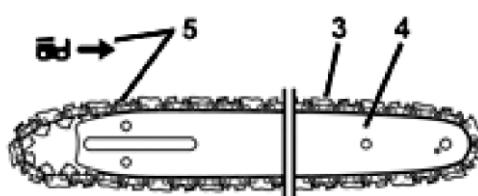
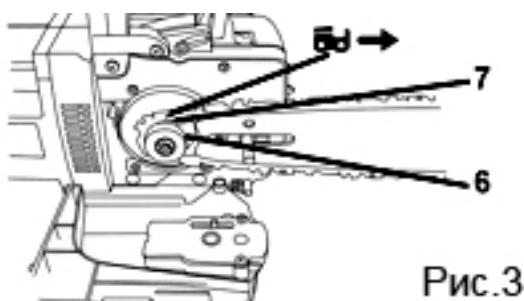
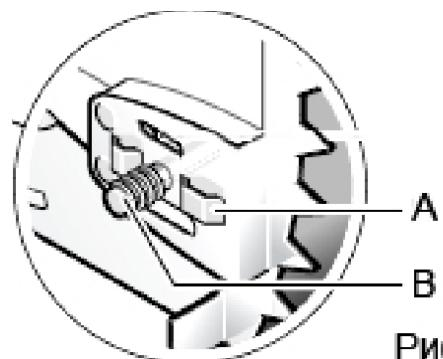

Рис. 2
Рис.3
Рис.4
- Разместите пильную цепь (3, Рис. 2) на шине (4, Рис. 2).
- Уложите звенья цепи на цепную звездочку (6, Рис. 3) на зубья звездочки (7, Рис. 3) и установите шину (4, Рис. 2) так, чтобы расположенные перед и позади крепящего болта (В, Рис. 4) водила шины (А, Рис. 4) попали в продольное отверстие шины (7, Рис. 3).